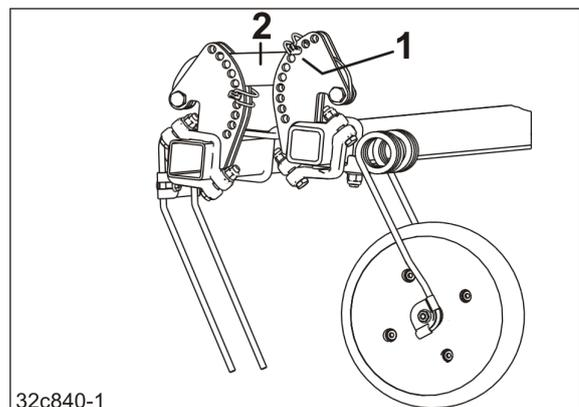

Fig. 188
3. Die Arbeitstiefeneinstellung der Striegelzinken erfolgt durch Abstecken des Rohrklappsteckers (Fig. 188/1)
- o oberhalb des Lenkers (Fig. 188/2),
Die Arbeitstiefe wird größer, je tiefer der Rohrklappstecker (Fig. 188/1) im Verstellsegment abgesteckt wird.